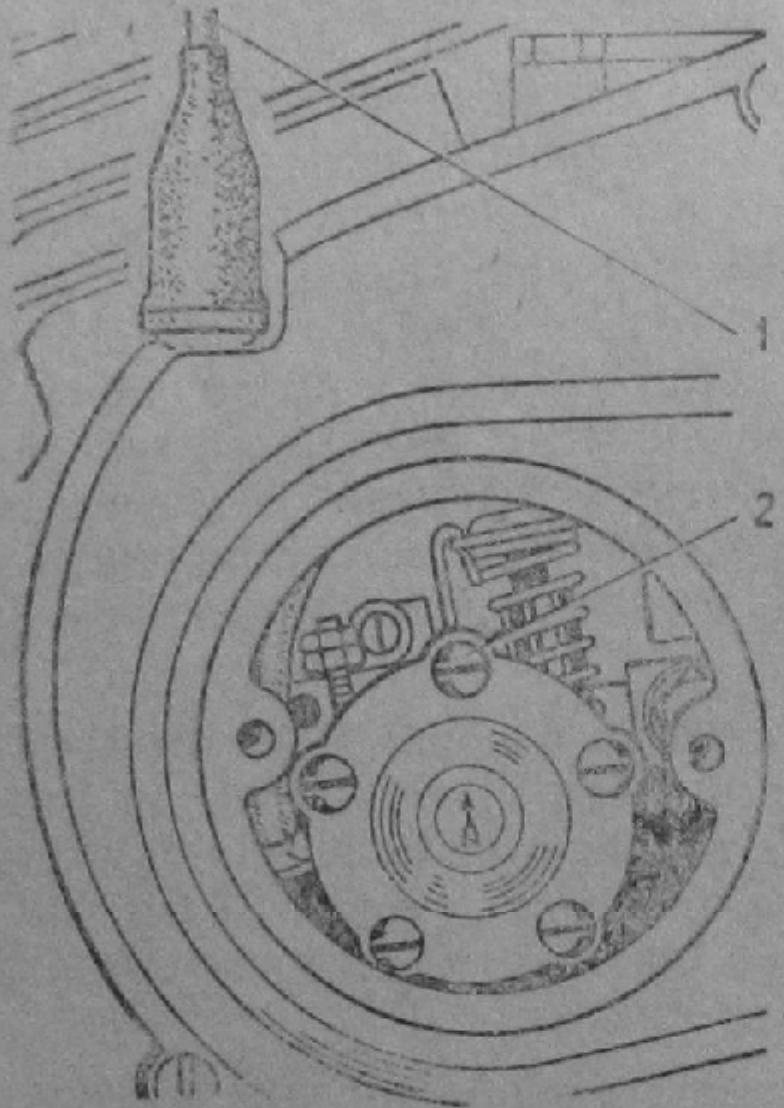

Рис. 8. Масляный насос:
Смазочная система состоит из масляного бака, расположенного в левом инструментальном ящике мотоцикла (рис. 8), имеющего привод непосредственно от коленчатого вала и обеспечивающего непрерывную подачу масла во впускную систему двигателя; дозирующего устройства, вмонтированного в корпус насоса и приводимого в действие тросом, блокированным с тросом управления карбюратором; нагнетательного клапана с датчиком давления, установленным на картере между цилиндром и карбюратором (рис. 20), и сигнальной лампы красного цвета на корпусе фары.
- опустите до упора шток дозатора, вытяните вверх трос 1 (рис. 8);